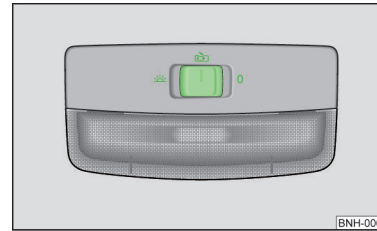

Abb. 24
- Den Schalter in Stellung ☼ » Abb. 24 drücken.